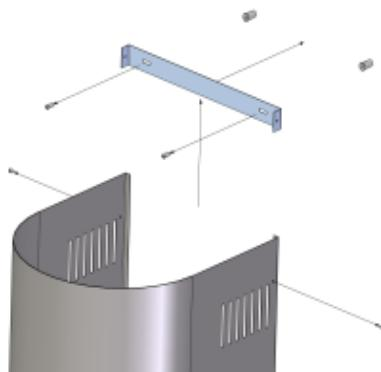

Рис. 3
3. Приложите корпус вытяжки к стене, сохраняя минимальное расстояние А (**60 см** для электрических и **65 см** для газовых плит) между нижним краем вытяжки и поверхностью для приготовления пищи на плите (рис. 3).
6. Выдвиньте верхний короб (3) и соедините с помощью шурупов (7) с кронштейном (4) (рис. 3).